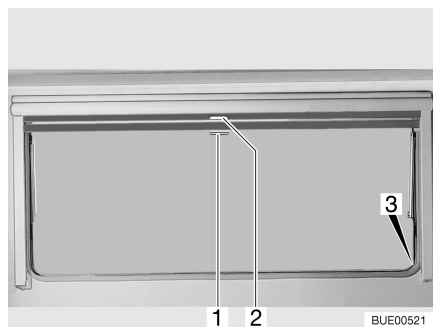

Fig. 13 Fenêtre projetante
- Tirer le store occultant vers le bas en le maintenant par la poignée (Fig. 13,2). Lorsque le store occultant est complètement fermé, l'accrocher des deux côtés du cadre de la fenêtre dans le dispositif de blocage (Fig. 13,3).
- Lorsque le store occultant est complètement fermé : Appuyer sur la poignée (Fig. 13,2) vers le bas tout en la tirant légèrement vers l'intérieur. Décrocher à droite et à gauche le store occultant du dispositif de blocage du cadre de la fenêtre.
- Si le store occultant se trouve dans une position intermédiaire : Tirer la poignée (Fig. 13,2) vers le bas jusqu'à ce que le dispositif de blocage se débloque.
- Tirer la moustiquaire par la poignée (Fig. 13,1) vers le bas et l'accrocher des deux côtés sur le cadre de la fenêtre dans le dispositif de blocage (Fig. 13,3).
- Appuyer sur la poignée (Fig. 13,1) vers le bas tout en la tirant légèrement vers l'intérieur. Décrocher à droite et à gauche la moustiquaire des dispositifs de blocage du cadre de la fenêtre.